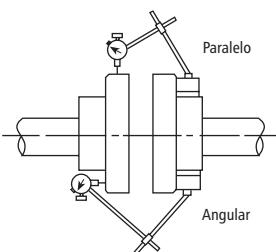

Figura 2
- Se DEBE controlar la alineación antes de operar la bomba. Observe la figura 2.